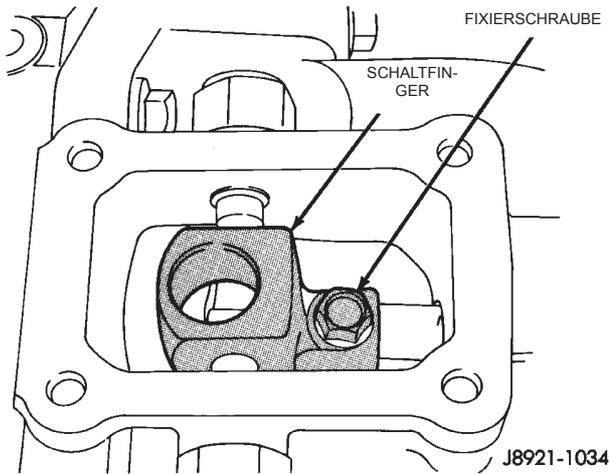

Abb. 44 Fixierschraube einbauen
(13) Die Fixierschraube einsetzen und mit einem Anzugsmoment von 38 N·m (28 ft. lbs.) festziehen (Abb. 44).